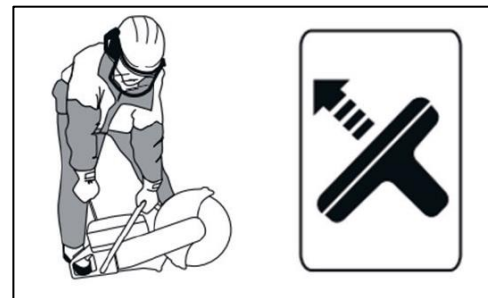

Рис. 17
- Установите бензорез на землю и жестко зафиксируйте: ногой под заднюю рукоятку и рукой прижмите к земле за переднюю рукоятку. Резко потяните ручку стартера (возможно несколько раз) до первой детонации смеси (Рис. 17).